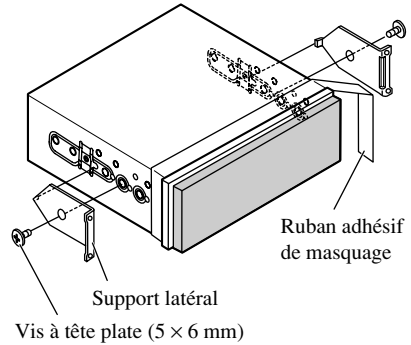

Fig. 14
1. **Décidez où placer les supports latéraux. (Fig. 14)**